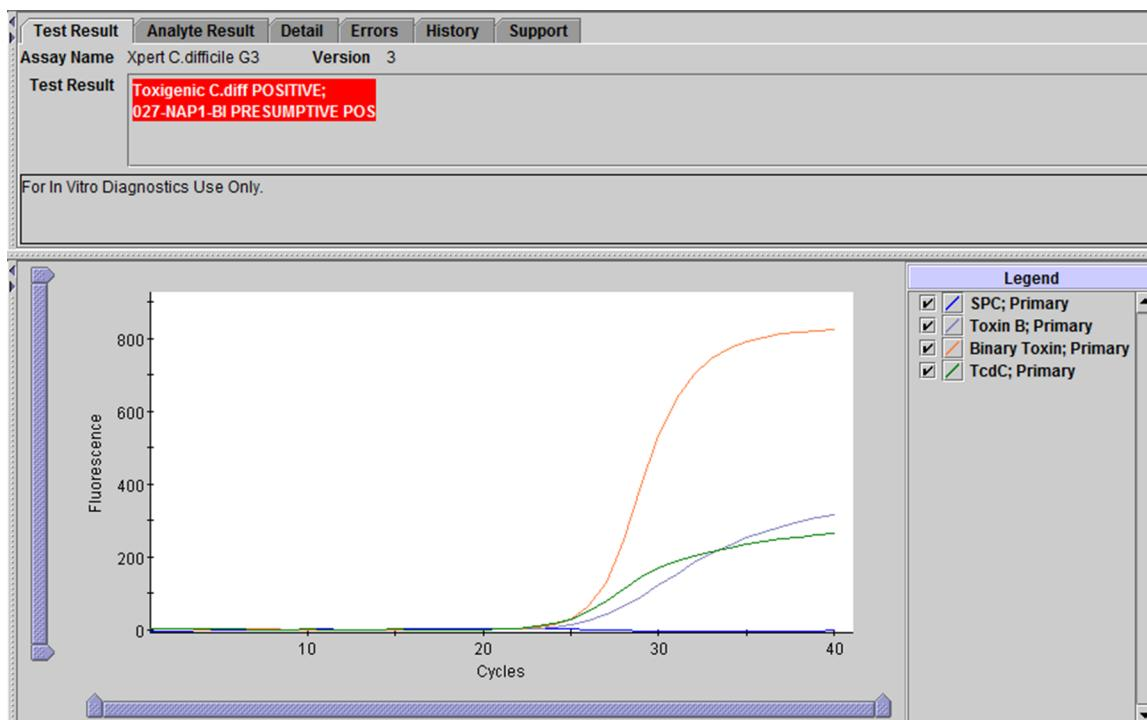

Рисунок 3. Пример положительного по C. difficile и предположительно положительного по 027 результатов
Токсигенный C. diff ПОЛОЖИТЕЛЬНЫЙ, 027 ПРЕДПОЛОЖИТЕЛЬНО ПОЛ. (Toxigenic C. diff POSITIVE, 027 PRESUMPTIVE POS) См. Рисунок 3	Обнаружены целевые последовательности ДНК токсин-продуцирующих C. difficile , предположительно 027/NAP1/B1 <ul style="list-style-type: none"> • Токсин-продуцирующие C. difficile, предположительно 027/NAP1/B1 – Для всех целевых токсин-продуцирующих C. difficile, предположительно 027/NAP1/B1, (токсин B, бинарный токсин и делеция nt 117 tcdC) показатель Ct находится в пределах допустимого диапазона, и конечная точка находится выше заданного минимального значения. • Контроль обработки образца – Н/П (NA); контроль обработки образца игнорируется, поскольку амплификация целевых последовательностей C. difficile может конкурировать с этим контролем. • Контроль зондов — ПРОЙДЕН (PASS); все проверки в рамках контроля зондов успешно пройдены.